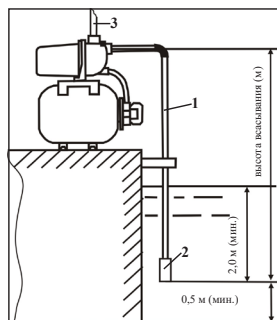

рис. 3
4.4 Присоедините к входному отверстию всасывающую трубу (шланг) и опустите её в воду, как показано на рис.3.
Внимание! Для оптимальной работы станции на всасывающую трубу необходимо установить обратный клапан (рис.3 поз.2).
4.5 Смонтируйте и присоедините к выходному отверстию (рис.1 поз.5) напорную магистраль (рис.3 поз.3). Трубы должны крепиться на специальных подвесках, чтобы не оказывать давления на станцию. Соединение труб должно быть герметичным.